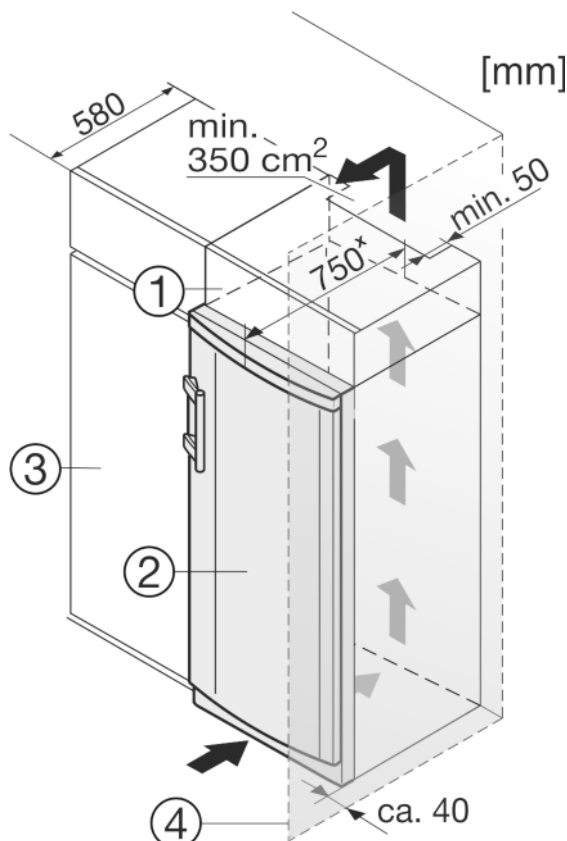

Fig. 9
- (1) Дополнительный шкафчик
- (2) Устройство
- (3) Кухонный шкаф
- (4) Стенка
Устройство может быть окружено предметами кухонной обстановки. Чтобы уравнивать устройство Fig. 9 (2) по высоте с кухонной стенкой, можно установить над устройством соответствующий дополнительный шкафчик Fig. 9 (1).
Если устройство установлено на шарнирах у стены Fig. 9 (4), то расстояние между устройством и стеной должно быть не менее 40 мм. Настолько выступает ручка при открытой дверце.